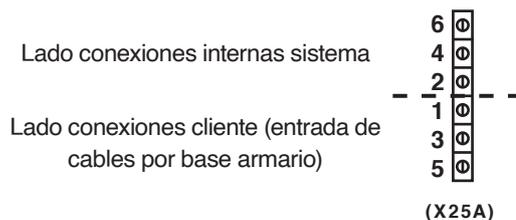

Fig. 17. Pinaje regleta de bornes de triple piso, contacto auxiliar sonda nivel electrolito en armario de baterías.
También es posible iniciar la Carga Rápida manualmente, mediante el panel de control con display LCD (Ver pantalla 2.2 de la Fig. 17).
La carga excepcional es de forzado manual a voluntad del operador y a través del panel de control (Ver pantalla 2.3 de la Fig. 17).
- En el mapa de pantallas de la Fig. 17 está explosionados todos los submenús, incluidos los protegidos con «Password». Tener en cuenta las siguientes anotaciones:
Aun así, en el mapa de pantallas de la Fig. 17 se muestra explosionado el mapa completo.